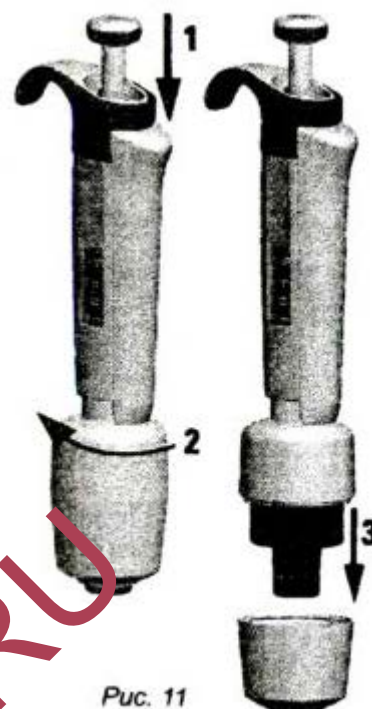

Рис. 11
1. Отожмите вниз удалитель наконечника (рис.11).